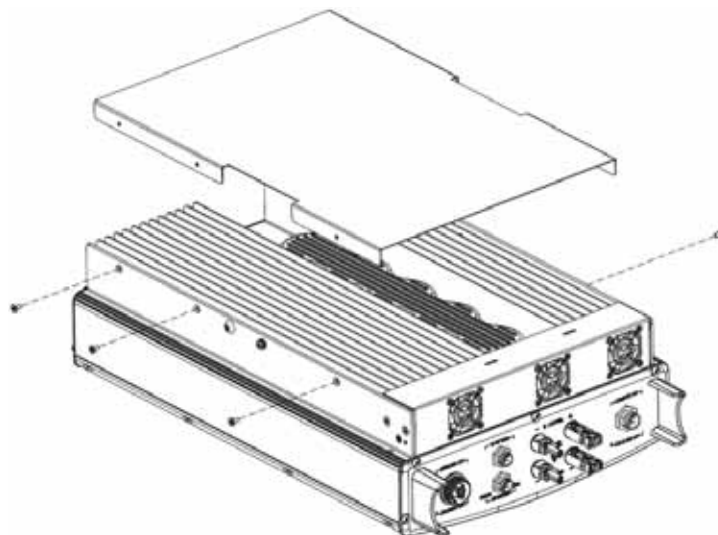
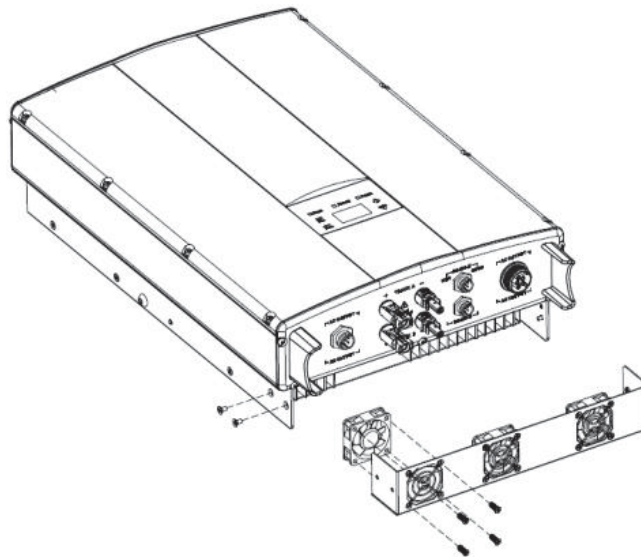

Рисунок 5.1 Снимите охлаждающую камеру
Рисунок 5.2 Снимите монтажную пластину вентиляторов
- (1) Отключите входной и выходной переключатели.
- (2) Подождите десять минут.
- (3) Снимите инвертор как описано в 4 разделе в обратной последовательности.
- (4) Снимите охлаждающую камеру или монтажную пластину вентилятора, как показано на Рис. 5.1 и Рис. 5.2.